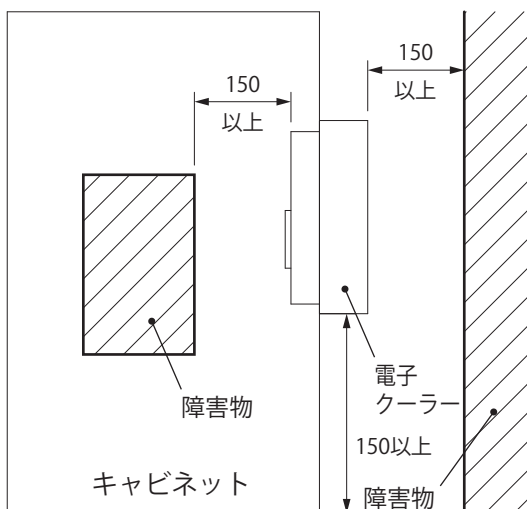

図 1 障害物からの距離 (単位: mm)
- ・吸気口および排気口の通風を妨げたり塞がないよう、また、吐き出し空気が直接本製品吸気口に流入しないよう取付位置に注意してください。冷却能力の低下と結露の原因となります。障害物からの距離を 150mm 以上にするをお勧めします。(図 1)